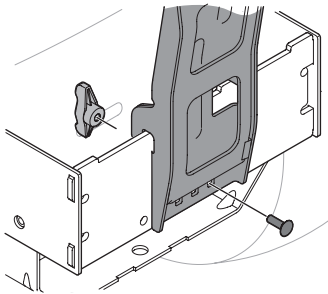

Figura 10
3. Fije el soporte vertical de embolsadoras al soporte de montaje transversal con un perno de carro (710-0276) y una perilla de aleta (720-04122) del paquete de herrajes 689-02364. Consulte la Figura 10.